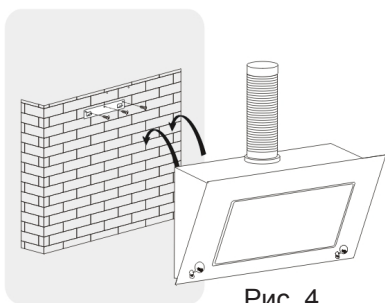

Рис. 4
- Установите кухонную вытяжку на крюки. После корректировки положения зафиксируйте с помощью крепежного винта. См. Рис.4.